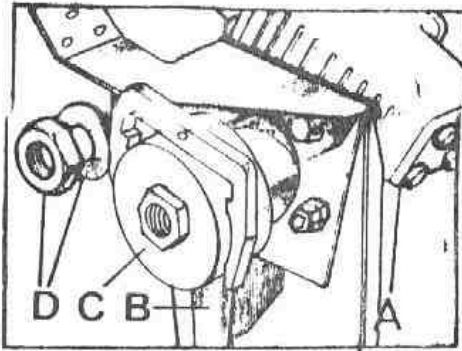

Fig. G-26 Desmontaje de la bieleta de la caja de dirección
- 1.7. Soltar la tuerca y arandela, D (Fig. G-26) y desmontar la bieleta, B, haciendo uso del extractor especial, C (467034).